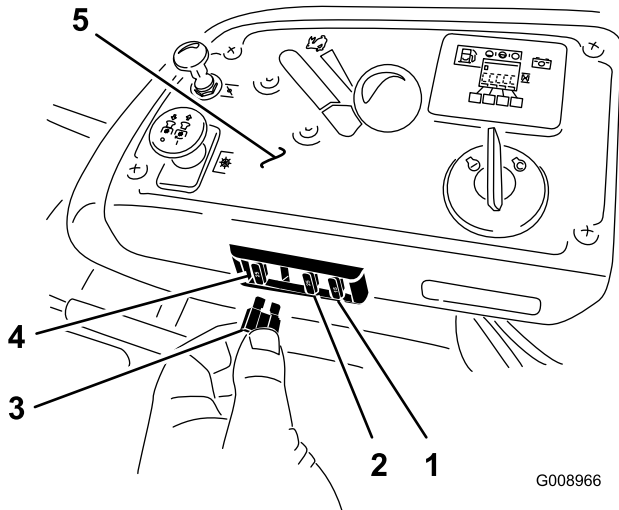

Bild 61
1. Die Sicherungen befinden Sie rechts am Armaturenbrett neben dem Sitz (Bild 61).
3. Setzen Sie eine neue Sicherung ein (Bild 61).